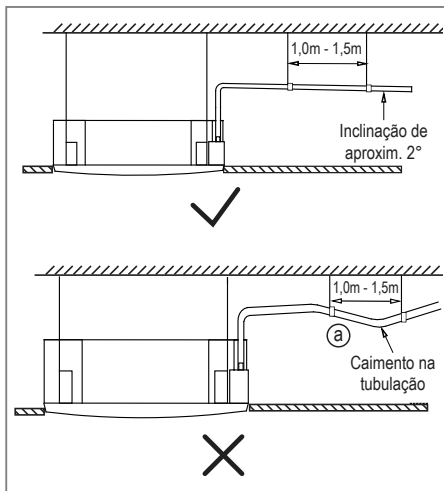

FIG. 30
- A tubulação de drenagem deve ter uma inclinação descendente de aproximadamente 2° para evitar que a água retorne à unidade (Fig. 30).
- Para evitar que a tubulação tenha caimentos (Fig. 30 - Detalhe "a") utilize fios/cabos suspensos a cada intervalo de 1,0 metros - 1,5 metros.